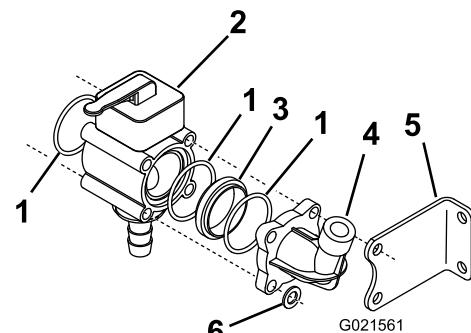

Bild 7
- Schieben Sie Scheiben auf die Stangen, die nicht durch die linke Befestigungshalterung gesteckt sind, und drehen Sie eine Sicherungsmutter auf das linke Ende jeder Stange (Bild 7).
- Bauen Sie den Verteiler des manuellen Ventils zusammen; verwenden Sie das manuelle Ventil, einen O-Ring, einen Adapter (aus den lose mitgelieferten Teilen), und den vorher entfernten Druckmanometeranschluss (Bild 7).
- Bringen Sie eine Scheibe und zwei Klemmmuttern am rechten Ende jeder der vier Gewindestangen an, um den reduzierenden Adapter am Auslegersicherheitsventil zu befestigen (Bild 7).